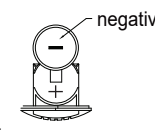
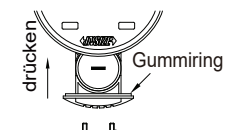

Abb. 2
Abb. 3
- Legen Sie die CR2032-Batterie in das Batteriefach ein, wobei der Minuspol (-) der Batterie nach außen zeigen sollte (Abb. 2).
- Schließen Sie den Batteriefachdeckel und ziehen Sie die Befestigungsschrauben fest (Abb. 3). Bitte entfernen Sie den Gummiring nicht, da dies die Wasserdichtigkeit des Produkts beeinträchtigen würde.
Achtung: Der Kontaktpunkt sollte vor unsachgemäßem Druck geschützt werden. Bitte befolgen Sie die Anweisungen in Abbildung 2 und 3 zum Einführen und Herausnehmen der Bohrungslehre. Neigen Sie die Bohrungslehre, um sie in das Werkstück oder den Einstellring einzuführen (Abb. 2); der Schutzbügel sollte zuerst die Innenwand berühren, dann drehen Sie die Bohrungslehre langsam in die aufrechte Position (lassen Sie zuerst den Amboss die Innenwand berühren, dann den Kontaktpunkt). Neigen Sie die Bohrungslehre, um sie aus dem Werkstück oder dem Einstellring zu entfernen (Abb. 3); drücken Sie nicht auf den Kontaktpunkt.